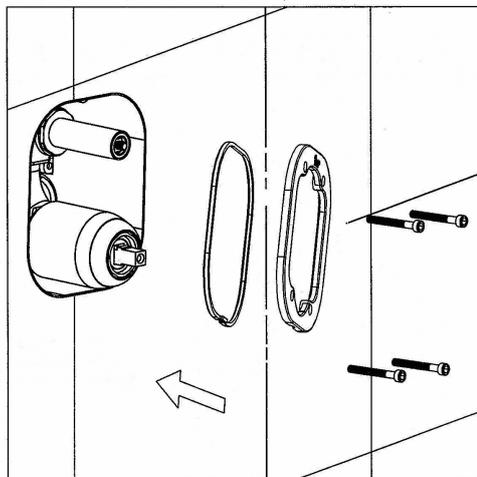

Bild 3
- Montieren Sie nun die Blendehalterung wie im Bild 3. Justieren Sie die Blendehalterung, bevor Sie diese festziehen.